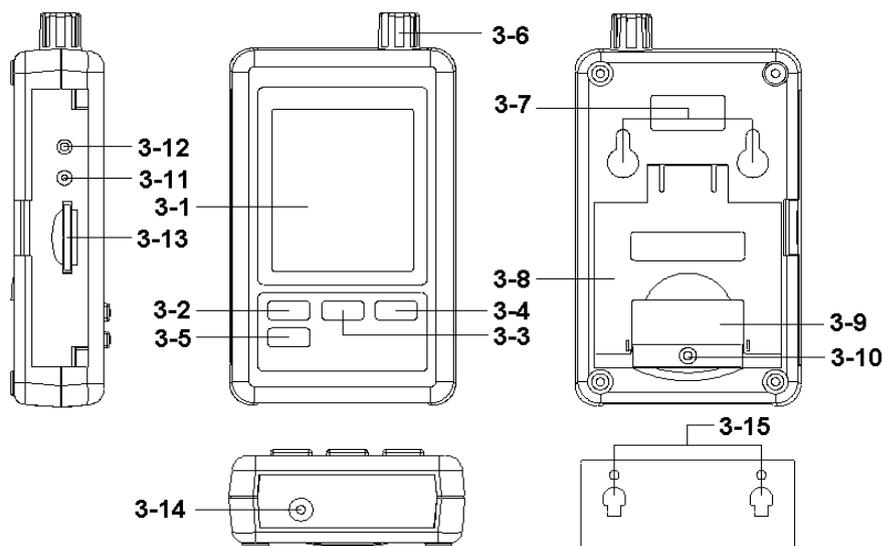

Fig. 1
- \* Togliere la vite del coperchio della batteria (3-10, Fig. 1) e togliere il "coperchio della batteria" (3-9, Fig. 1) del misuratore.
2) Il "Display" (3-1, Fig. 1) mostrerà tanto la umidità e la temperatura come il valore del barometro. (3-6, Fig. 1).
Preparare una "memory card SD" (1 GB fino a 16 GB, opzionale), inserire la memory card SD nella scanalatura per la scheda (3-13, Fig. 1) con la direzione corretta.
Prema il tasto " Logger" (3-2, Fig. 1) > per 2 secondi di seguito, fino a quando nel display non appaia l'indicatore "DATALOGGER"; rilasci il tasto " Logger " (3-2, Fig. 1), e i dati della misurazione con la informazione del tempo si memorizzeranno nella memoria del circuito.
Durante la funzione del Datalogger (il display mostra l'indicatore "Datalogger"), prema il tasto Logger (3-2, Fig. 1) > per due secondi di seguito fino a quando l'indicatore del display " DATALOGGER " non scompaia; a quel punto lasci il tasto "Logger" per terminare con la funzione di Datalogger.
Prema il tasto " Tempo " (3-3, Fig. 1) > per due secondi di seguito e il display LCD mostrerà l'informazione del Anno/Mese/Data, Ora/Minuto/Secondo e il valore.
- 1) Dopo aver eseguito la funzione di Data logger, togliere la memory card SD dalla "Scanalatura per la scheda" (3-13, Fig. 1).